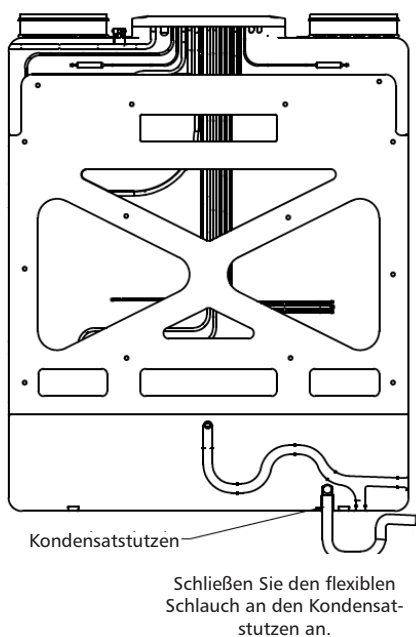

Abb. 5 – Montage des Kondensatablaufs
1. Stecken Sie den flexiblen Schlauch vorsichtig über den Kondensatstutzen (siehe Abb. 5) - dieses gilt für die Wand- und Bodenmontage.